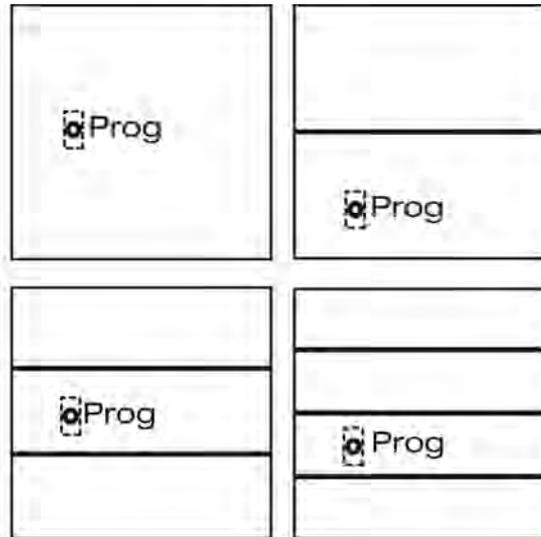

Bild 6: Anordnung der Programmier- und Beschriftungsfelder in Abhängigkeit der Gerätevariante
- i** Die Programmier- und Beschriftungsfelder befinden sich hinter einem Beschriftungsfeld. Die genaue Lage – je nach Ausführung - siehe Bild (Bild 6).